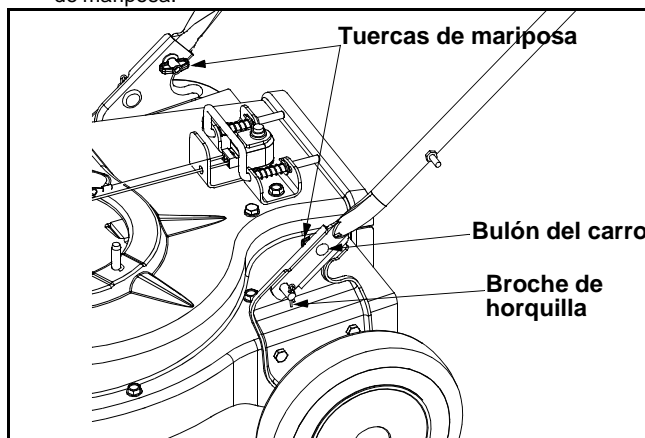

Figura 2
- Saque los broches de horquilla de los soportes de la manija de la cortadora trituradora aspiradora y saque los pernos del carro y las tuercas de mariposa de la manija inferior. Ver Figura 2.